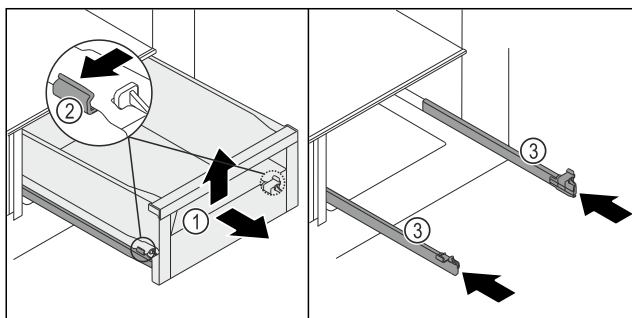

Fig. 210
- Витягніть висувний ящик Fig. 210 (1) до упору.
- Одночасно натисніть затискач Fig. 210 (2) ліворуч і праворуч на рейках злегка назовні.
- Висувний ящик Fig. 210 (1) від'єднається від рейок.
- Підніміть висувний ящик Fig. 210 (1) спереду.
- Вийміть висувний ящик Fig. 210 (1) рухом уперед.
- Всуňte рейки Fig. 210 (3).